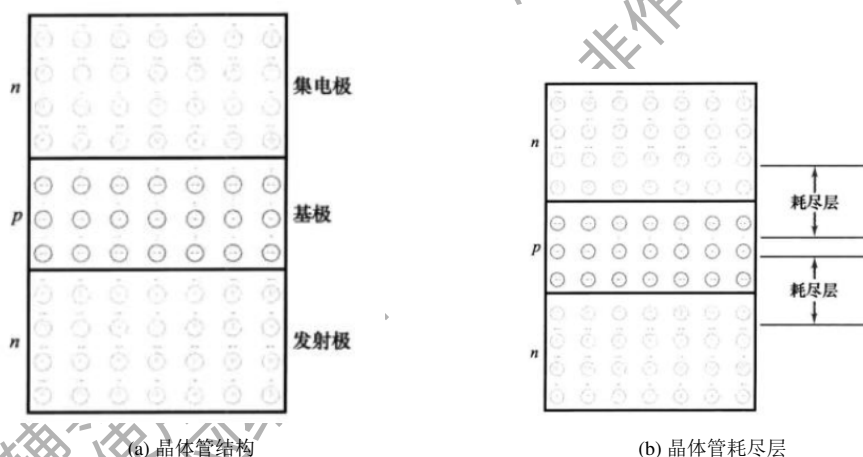

图 1: 晶体管NPN组态
2. 三极管的两种组态和三个极。图1(a)给出了三极管的一种组态NPN型。晶体管一共有三个极，分别是发射极、基极和集电极。从图中可以看出其有两个PN结，一个在发射极和基极之间，另一个在集电极和基极之间。前者被称为发射结、后者被称为集电结。PNP型组态的三极管和NPN型类似，只是电流方向相反而已。因此，后文我们重点以NPN为例讲述。